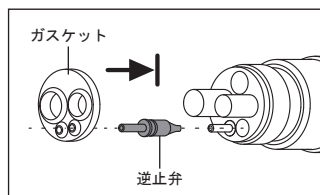

図 45
- 4 新しい逆止弁を奥まで挿し込み、ガスケットを取り付けます (図 45)。